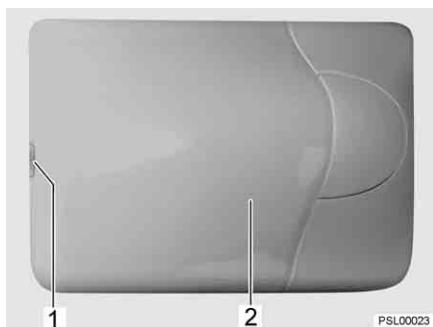

Fig. 86 Lampe de cellule
- Soulever prudemment le couvercle (Fig. 86,2) avec un outil approprié (p. ex. tournevis) au niveau de l'encoche (Fig. 86,1) et le retirer.